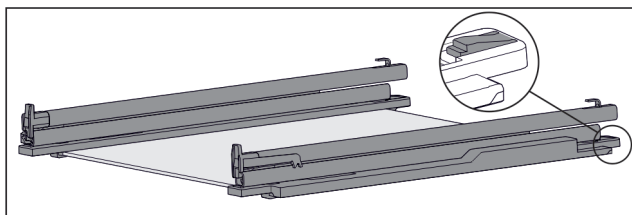

Fig. 95 Glashylla med skenor och fästdelar
- ▶ Tryck ned bakre fästdel (se Fig. 95) och skjut samtidigt skena bakåt.